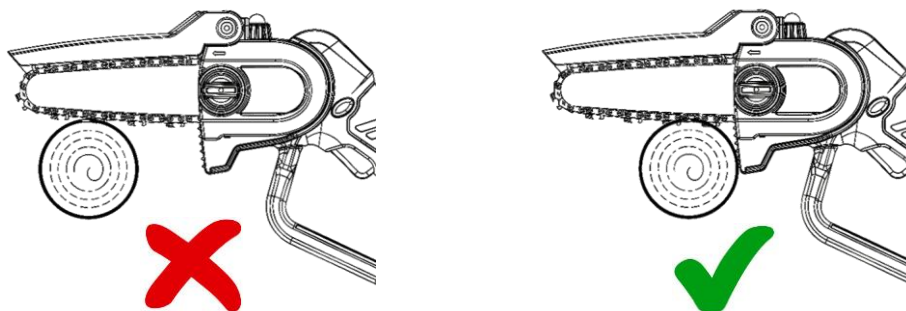

Fig. 9
Découpe (Fig. 9)
- Engagez la coupe en tenant l'outil fermement en place pour éviter tout rebondissement ou dérapage, voir Fig. 9.